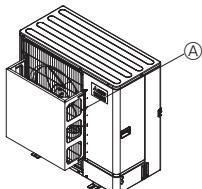

Fig. 2-3
- Montera en extra luftledare om enheten installeras på en plats där kraftig vind från tyfoner osv kan komma direkt in i luftutblåset. (Fig. 2-3)